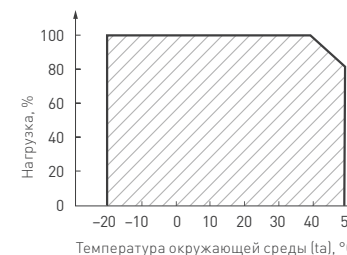

Рис. 3. Максимальная допустимая нагрузка,
- 4.3. Не нагружайте источник питания более чем на 80% от его максимальной мощности. Учитывайте, что с повышением температуры окружающей среды максимальная мощность источника питания снижается, см. график зависимости на рис. 3.